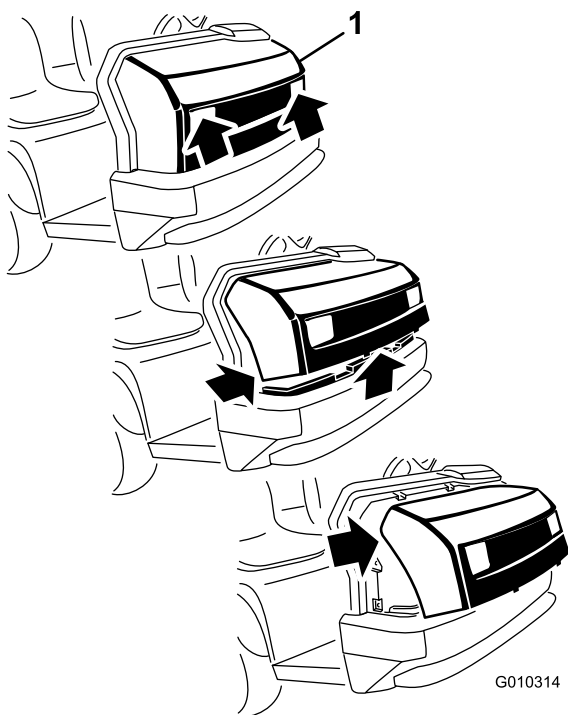

図 1
6. ヘッドライトの開口部でフードをつかみ、フードを持ち上げて、下側の取り付けタブをバンパーのスロットから外す 図 1。
7. フードの下側を手前に持ち上げて、上部の取り付けタブをフレームのスロットから引き抜けるようにする 図 1。
8. フードの上側を前に倒し、ヘッドライトからワイヤコネクタを抜く 図 1。